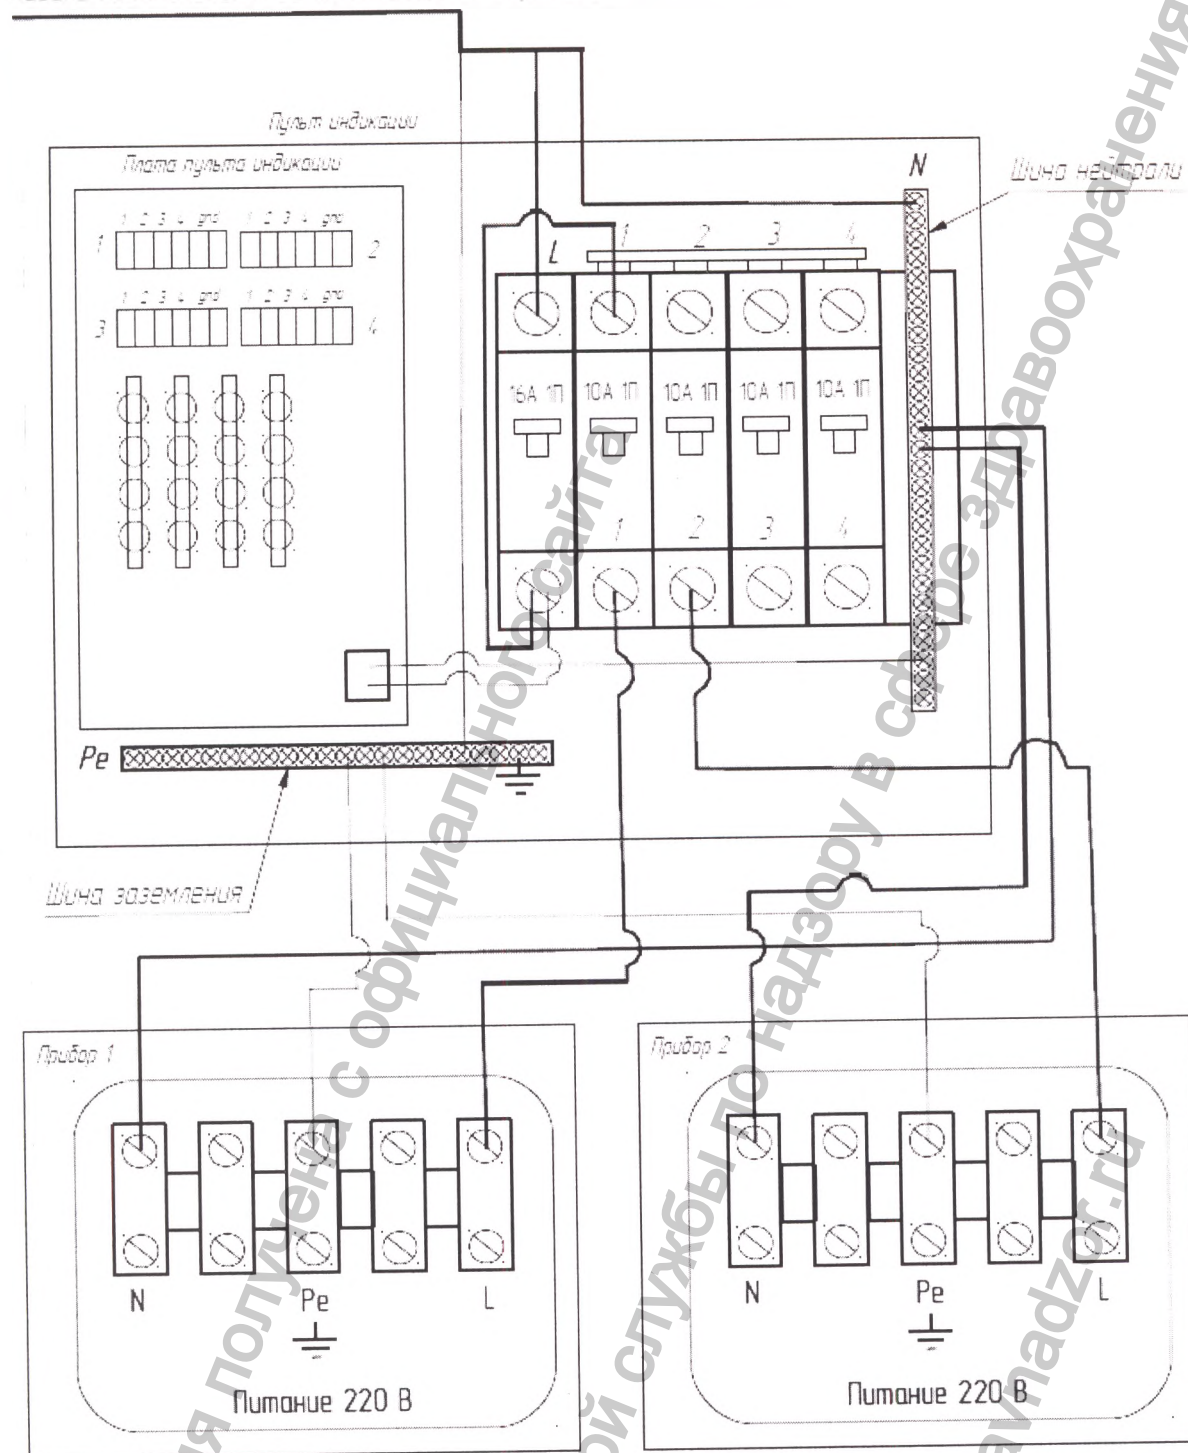

Рисунок 2.8 — Подключение прибора к электросети при использовании щита индикации
2.3.3.9 Подключение электропитания к прибору осуществляется трехжильным кабелем с сечением проводов  $0,5 \text{ мм}^2$  (ПВС  $3 \times 0,5$  или аналогичным). Длина кабеля не должна превышать 100 м. При использовании пульта индикации подключение прибора к электросети необходимо выполнять в соответствии со схемой (рисунок 2.8) трехжильным кабелем с сечением проводов  $0,5 \text{ мм}^2$ . Подключение пульта индикации непосредственно к электросети необходимо осуществлять трехжильным кабелем с сечением проводов  $1,5 \text{ мм}^2$ . Длина кабелей не должна превышать 100 м.